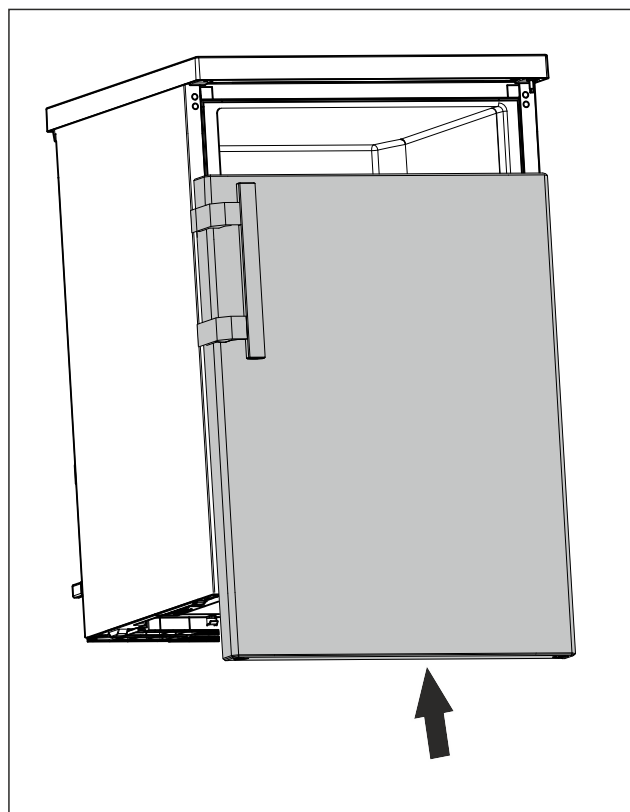

Fig. 16
- ▶ Deslizar la puerta sobre el perno superior cuando esté cerrada. (consulte Fig. 16)